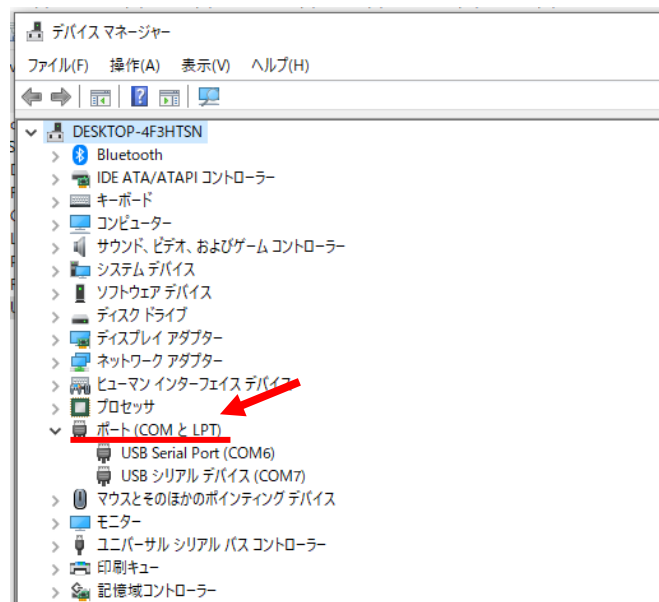

図 36 デバイスマネージャウィンドウの[ポート(COM と LPT)]
- ⑬ 図 36 のように表示されたウィンドウの[ポート (COM と LPT)]内の[USB Serial Port (COM7)]をもとに、[UrgRTC0]の[port_name]に "¥¥.¥COM7" を記述し、[USB シリアル デバイス (COM6)]をもとに、[Roomba_OutPort0]の[port_name]に "COM6" を記述し、[適用]をクリックする。